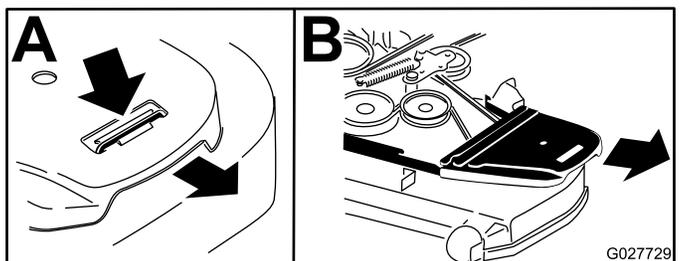

Рисунок 86
6. Снимите крышки ремней (Рисунок 86).